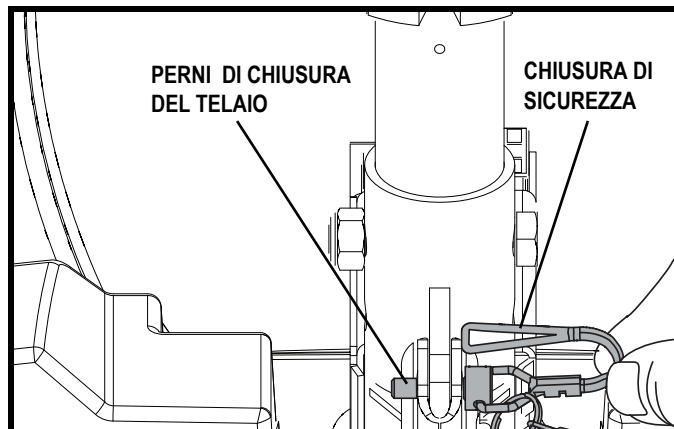

Figura 26. Perna di chiusura del telaio
2. Rimuovere il perno di chiusura. **Vedere figura 26.**